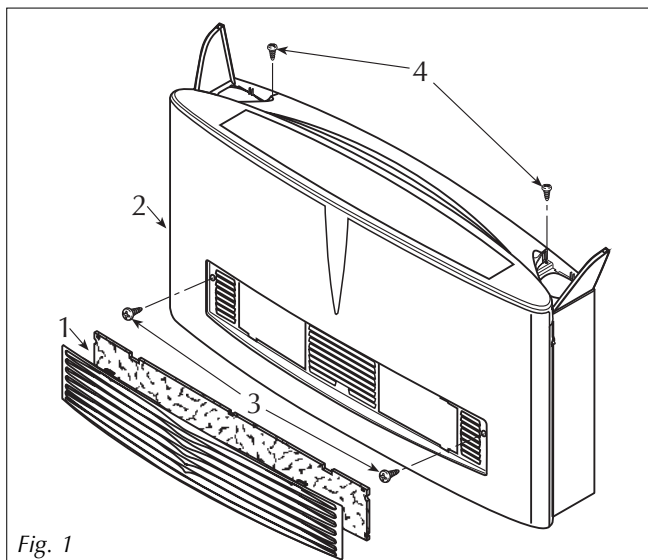

Fig. 1
- togliere il mantello di copertura (1 fig.1) svitando le due viti anteriori poste sotto la griglia di aspirazione e le due viti superiori poste sotto gli sportelli dei vani comandi;
- togliere il mantello di copertura (1 fig.1) svitando le due viti poste sotto l'aletta deflettore di mandata e le due viti poste sulla parte superiore della testata;
- remove the cover (1 fig. 1) by removing the two front screws under the intake grille and the two top screws located under the control unit covers;
- remove the cover (1 fig. 1) by removing the two screws located under the delivery deflector fin and the two screws on the top of the head;
- ôter l'habillage (1 fig.1) en dévissant les deux vis se trouvant devant sous la grille d'aspiration et les deux vis supérieures placées sous les portes des logements commandes ;
- ôter l'habillage (1 fig.1) en dévissant les deux vis placées sous l'ailette déflectrice de soufflage et les deux vis placées sur la partie postérieure de la tête ;
- Die Verkleidung (1 Abb. 1) entfernen. Hierzu die beiden vorderen Schrauben unter dem Ansauggitter und die beiden oberen Schrauben unter den Klappen der Bedieneinrichtungen ausdrehen.
- Die Verkleidung (1 Abb. 1) entfernen. Hierzu die beiden Schrauben unter der Leitrippe des Luftauslasses und die beiden Schrauben im oberen Teil des Kopfes ausdrehen.